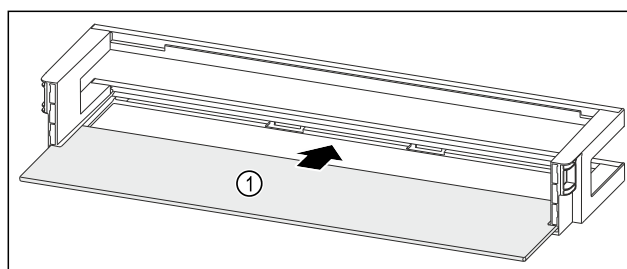

Fig. 224 Balconcino controporta con ripiano
- ▶ Inserire il ripiano Fig. 224 (1) negli incavi laterali.